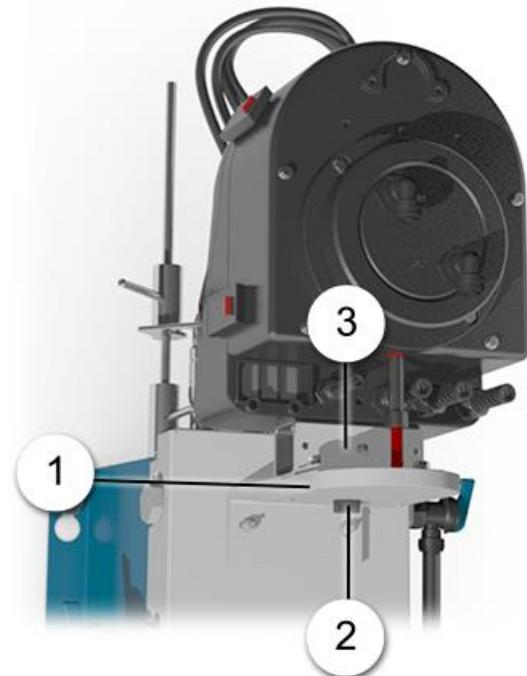

Figure 20: photomètre posé sur le support auxiliaire
2.	Enlever le photomètre de sa position de mesure et le poser sur le support auxiliaire (Figure 20, position 1). Tenir compte de la zone fraîssée (surface sombre).
3.	Fixer le photomètre sur le support auxiliaire par la vis crantée (Figure 20, position 2).